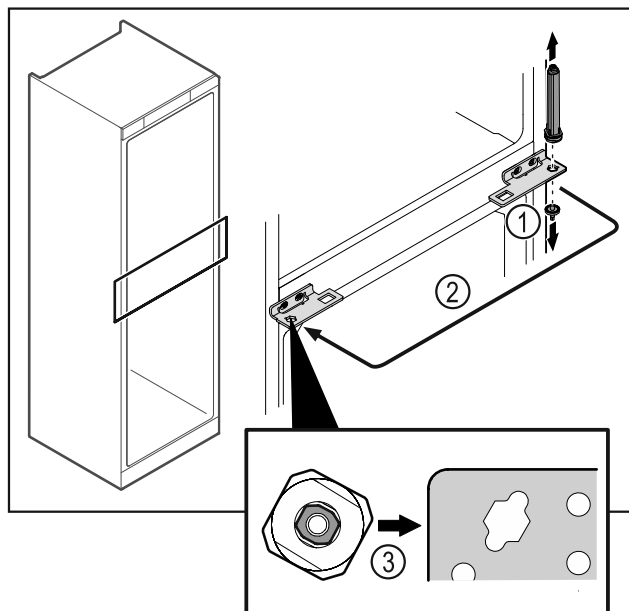

Fig. 44
- Odskrutkujte čap závěsu Fig. 44 (1).
- Premiestnite systém zatvárania dverí Fig. 44 (2).
- Dbajte pri nasadzovaní na správne vyrovnanie systému zatvárania dverí Fig. 44 (3).